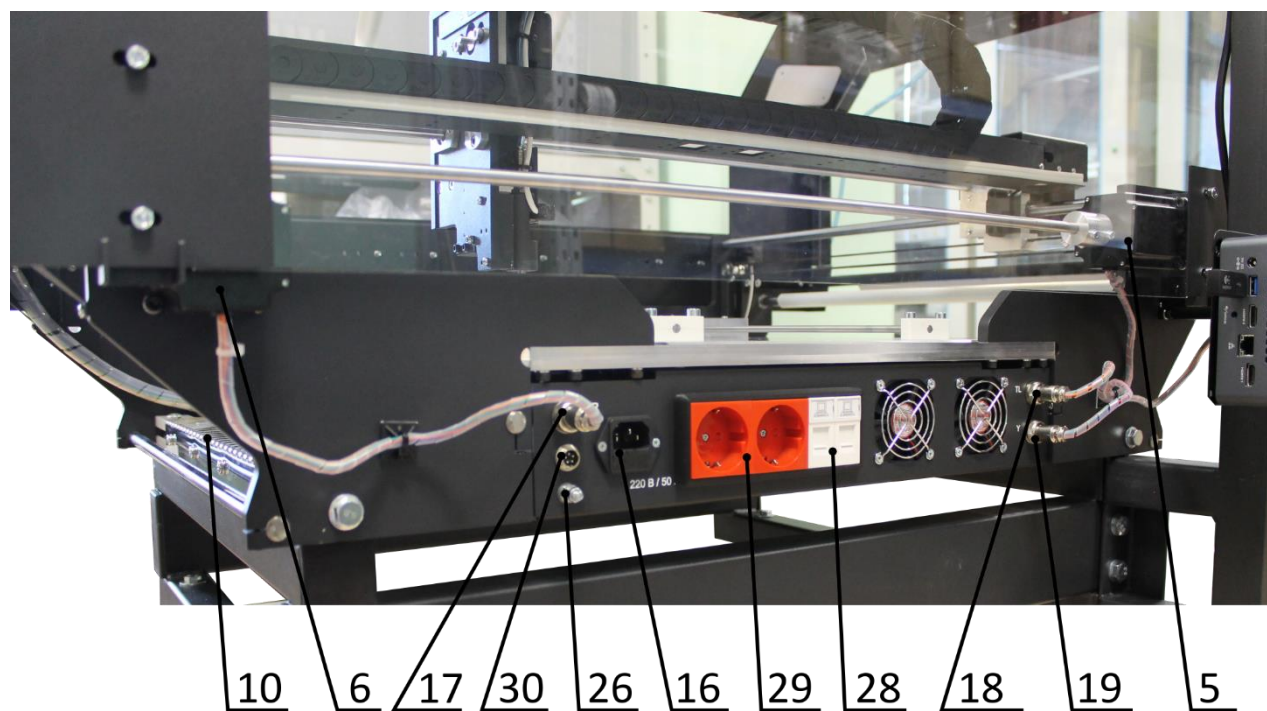
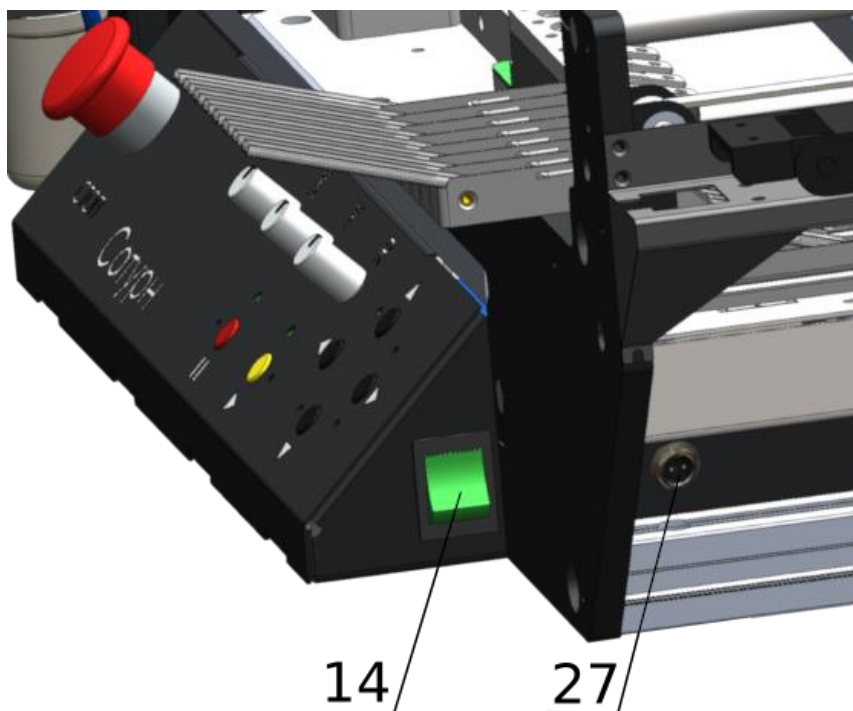

Рисунок 1.3 – Общий вид изделия, вид сзади
Рисунок 1.5 – Общий вид изделия, выключатель питания
2.2.9 Подключить электропитание к разъему 16 (Рисунок 1.3, стр.13) изделия и перевести в рабочее положение выключатель питания 14 (Рисунок 1.5, стр.14).
Подключить Ethernet-кабель от поставляемого в комплекте персонального компьютера к любой Ethernet-розетке изделия в поз.28 (Рисунок 1.3, стр.13).
Подключить Ethernet-кабели от Ethernet-розеток изделия в поз.28 (Рисунок 1.3, стр.13) к Мини ПК и к существующей локальной сети с работающим в ней DHCP-сервером.